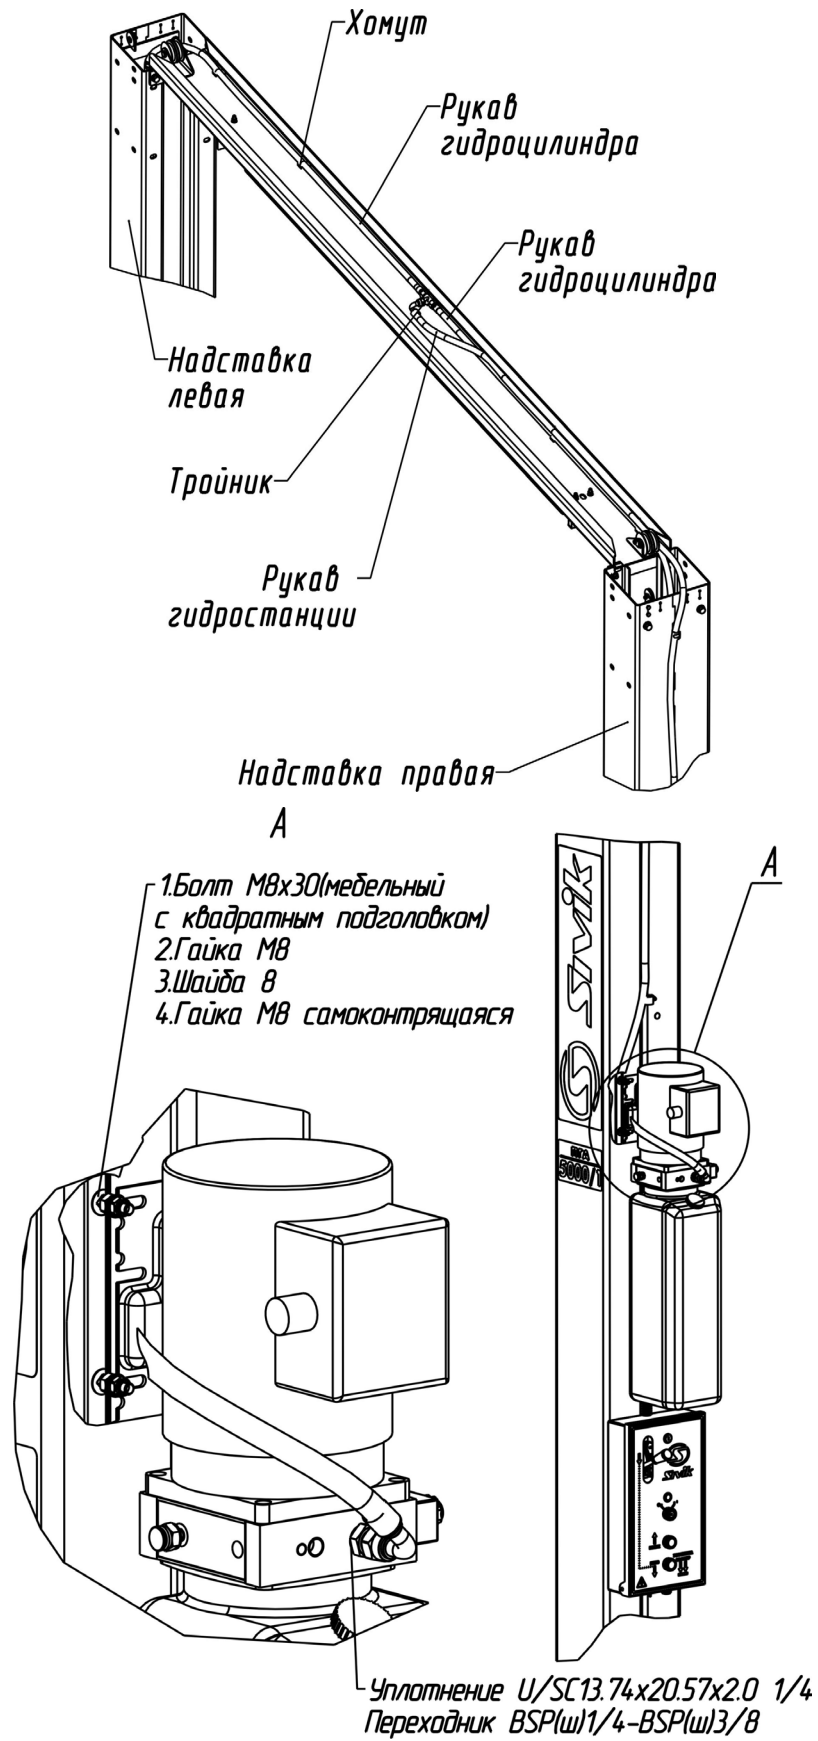

Рисунок 6.4 – Соединение рукавов высокого давления и монтаж гидростанции
6.5 Рукава высокого давления (Р.В.Д.) соединить между собой при помощи тройника, как представлено на рисунке 6.4. При затяжки гаек не допускается скручивание рукавов. Тройник должен располагаться горизонтально так, чтобы Р.В.Д. не касались тросов системы синхронизации. Рукава высокого давления зафиксировать на перекладине, надставках и колонне хомутами (места крепления хомутов (9шт.) – квадратные окна 6х6мм). Гидростанцию закрепить на правой стойке над пультом управления с помощью 4-х болтов М8 (мебельные с квадратным подголовком), гаек М8, шайб 8 и гаек М8 самоконтрящихся (рисунок 6.4).